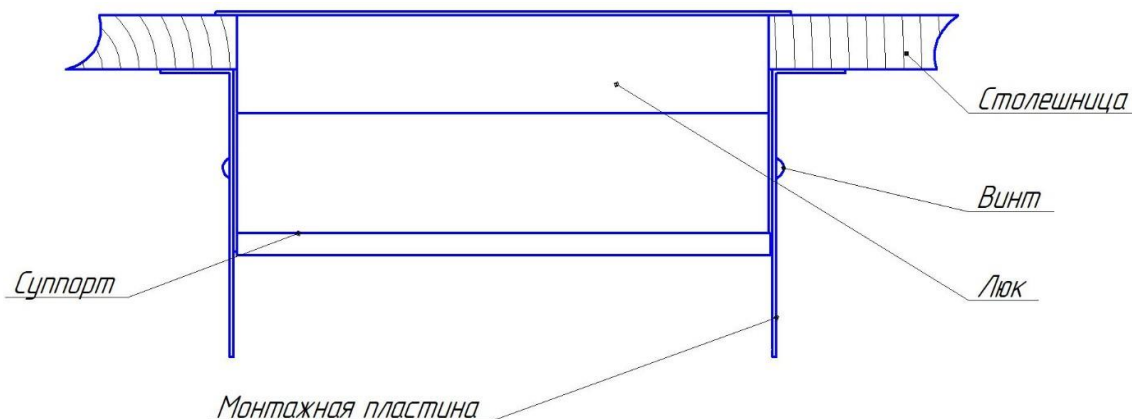

Рис. 3
2. Установить люк в монтажное отверстие и зафиксировать люк по толщине столешницы монтажными пластинами. Надёжно зафиксировать монтажные пластины винтами (рис. 3).